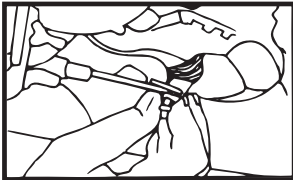

FIGURE 33 • FIGURA 33
- 2) Déconnectez le câble d'alarme de rappel de la présence de la clef (reportez-vous à la figure 33).